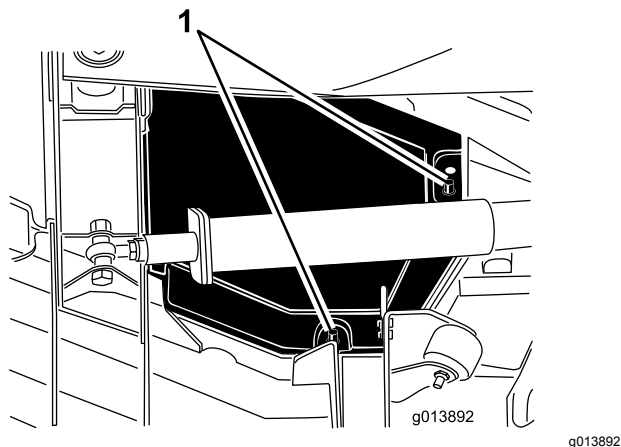

Рисунок 74
4. Снимите задний и внутренний края крышки с монтажных штырей (Рисунок 74).